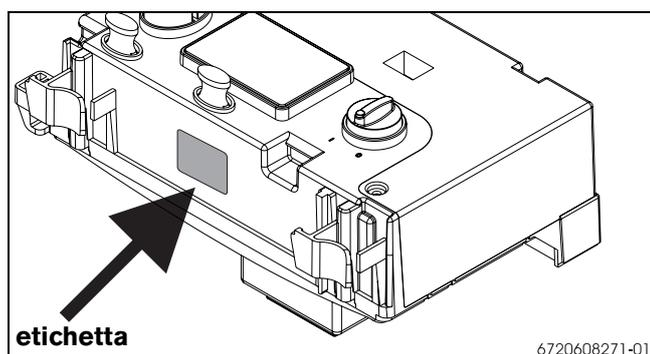

Fig. 14
4.1 Trasformazione gas per apparecchi con l'etichetta riportante il cod. HTKF 1 xxx presso il quadro comandi (→Fig. 14)